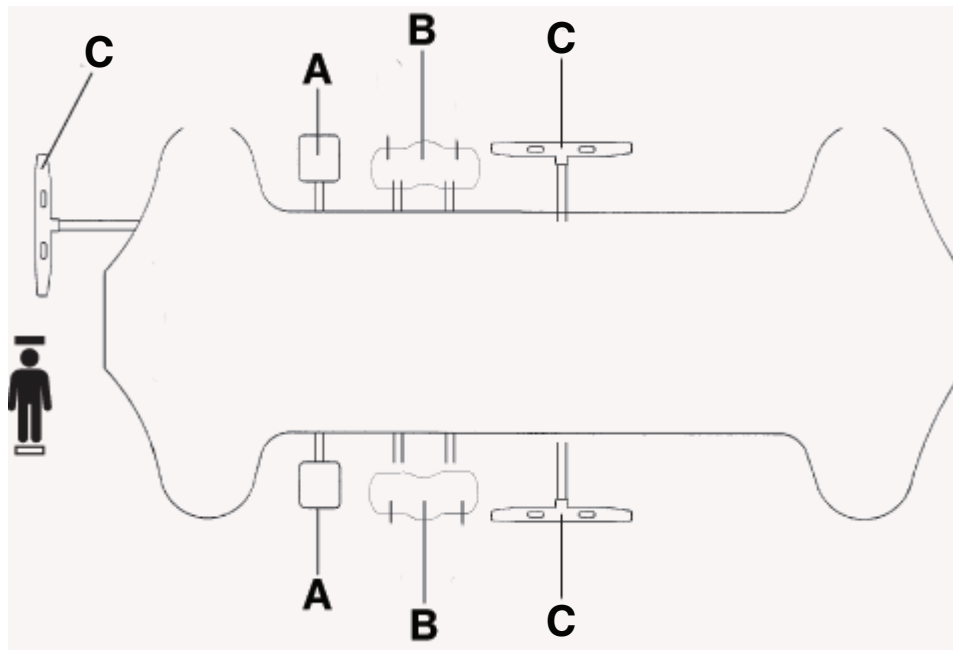

Figura 3 – Elevación o descenso de la mesa
Para subir la mesa, presione hacia abajo el pedal de la bomba (A) hasta que se alcance la altura deseada (Figura 3).
Para bajar el extremo de la cabeza del producto, empuje hacia abajo en el lado del pedal uni-lower (B) más próximo al extremo de la cabeza (Figura 3).
Para bajar el extremo de los pies del producto, empuje hacia abajo en el lado del pedal uni-lower (B) más próximo al extremo de los pies (Figura 3).